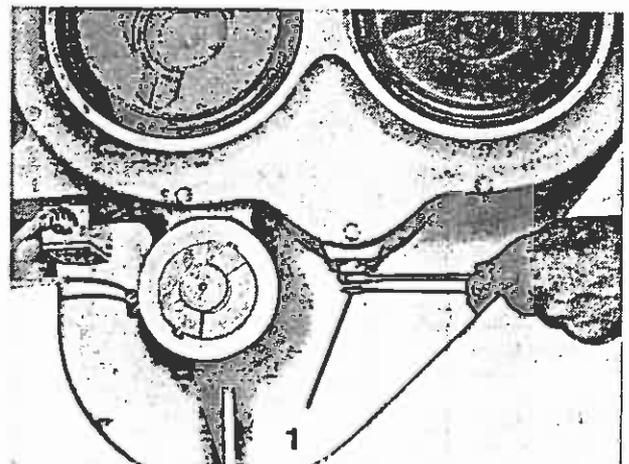

Bild 63
3. Ablassschraube (Bild 63/1) aus dem Getriebegehäuse des Schneckenextruders herauserschrauben.